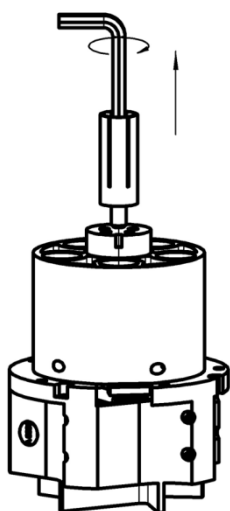

Abb. 71: Kontaktbuchse lösen
3. Kontaktbuchse mit dem Innensechskantschlüssel lösen und entfernen (Abb. 71).